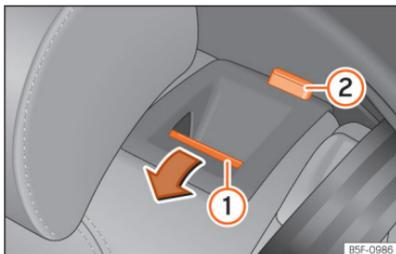

Fig. 71 Banco traseiro: rebater o encosto.
• Pressione o botão de desbloqueio »»» **Fig. 71** ① para a frente e, ao mesmo tempo, rebata o encosto. O encosto traseiro está desbloqueado quando se vê uma marca vermelha no botão ②.